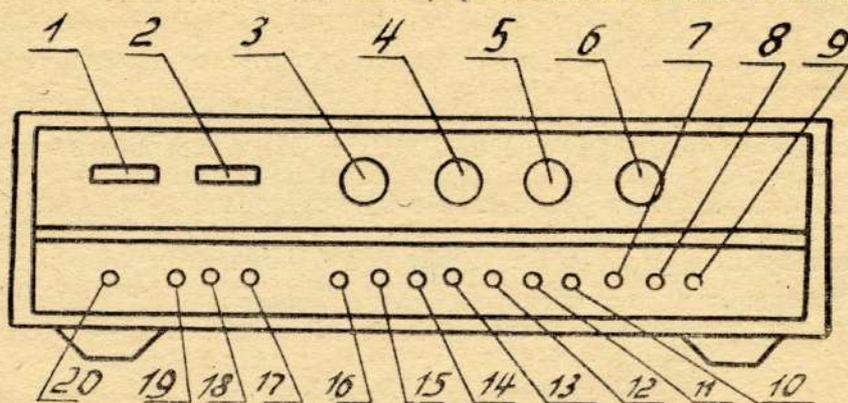

Рис. 1. Лицевая панель усилителя.
2.11. Расположение и назначение органов управления на лицевой панели усилителя указано на рис. 1.